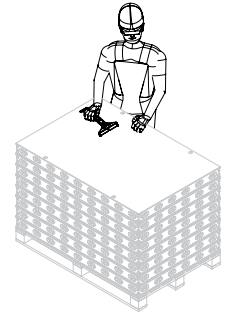

Fig. B1.10
4. Spostare le coppie di pannelli, pulirle e posicionarle al luogo di impiego successivo. (Fig. B1.10)